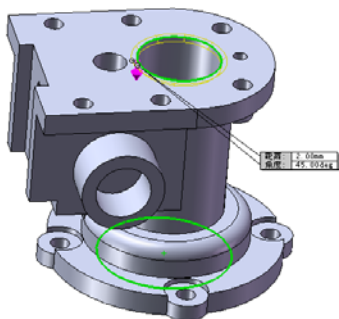
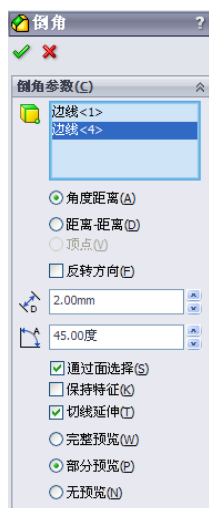

图 7-126 倒角 1 边线选择
图 7-127 设置倒角 1 参数
(3) 倒角 1。单击“特征”工具栏中的 (倒角) 按钮, 或选择菜单栏中的“插入”→“特征”→“倒角”命令, 弹出“倒角”属性管理器; 在绘图区选择如图 7-126 所示的顶面与底面的两条边线, 在 (距离) 文本框中输入“2”, 其他选项设置如图 7-127 所示, 单击 (确定) 按钮, 完成 2 mm 倒角的创建。